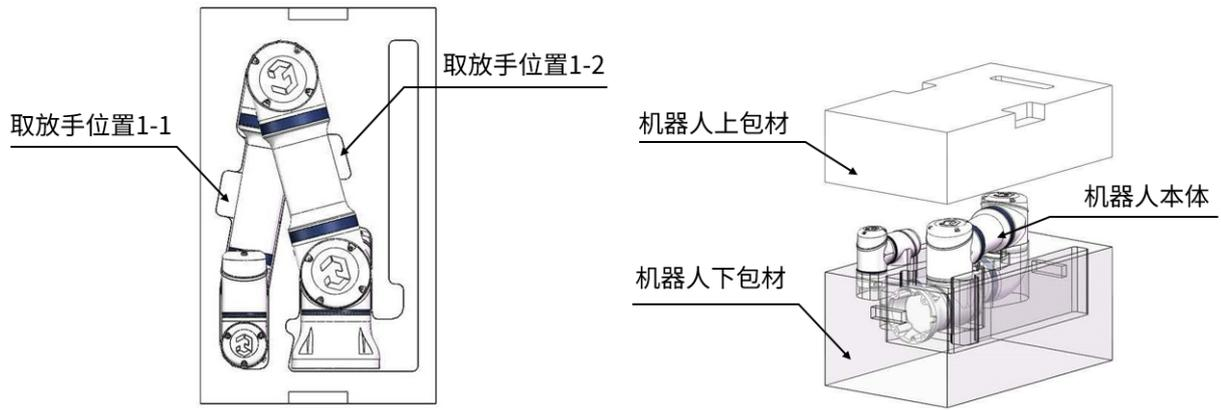

图 6-2: 机器人打包图 2
2. (A1: 180°、A2: -75°、A3: 155°、A4: -80°、A5: 180°、A6: -45°)，如图 6-2所示。